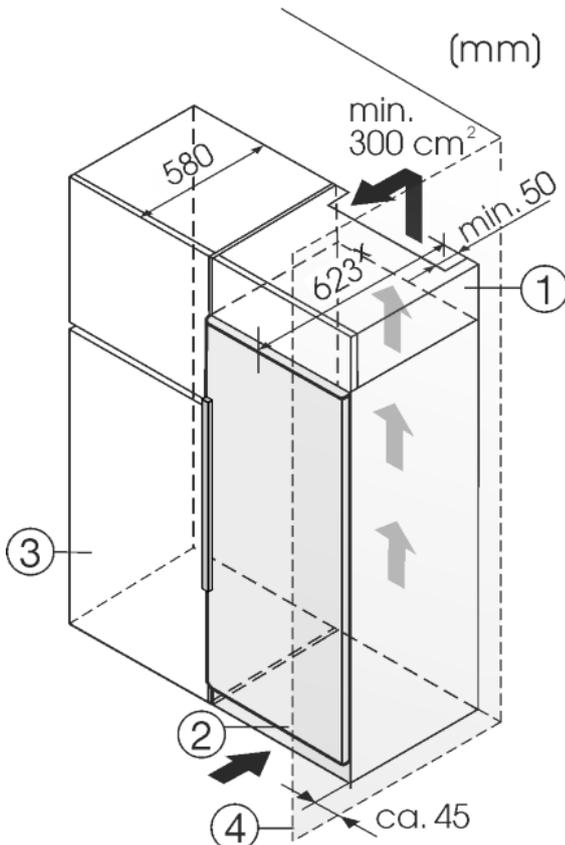

Fig. 8
Устройство может быть окружено кухонными шкафами. Чтобы уравнивать устройство Fig. 8 (2) по высоте с кухонной стенкой, можно установить над устройством дополнительный шкафчик Fig. 8 (1).
Если устройство установлено на шарнирах у стены Fig. 8 (4), то расстояние между устройством и стеной должно быть не менее 40 мм. Настолько выступает ручка при открытой двери.